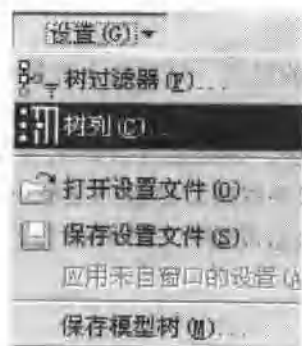
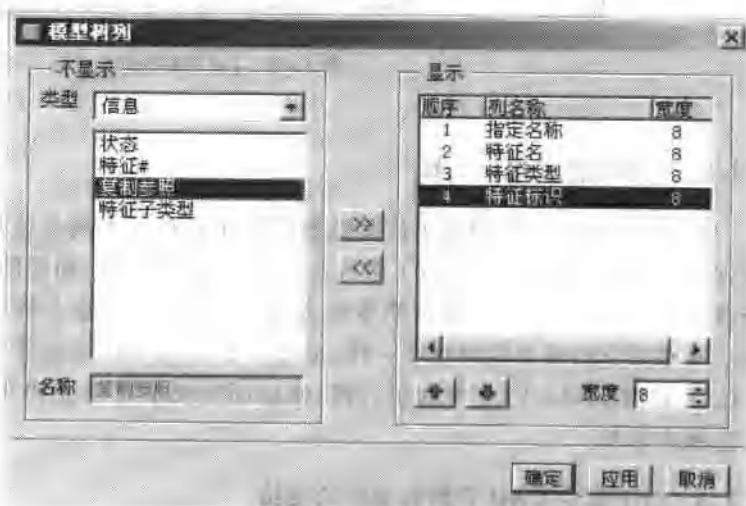

图 1-1 【设置/树列】菜单
图 1-2 “模型树列”对话框
1. 单击“模型树”中的【设置/树列】命令,如图 1-1 所示,系统弹出如图 1-2 所示【模型树列】对话框。
2. 在【模型树列】对话框的“不显示”栏中选择需要在“模型树”中显示的信息类型,单击 >> 按钮,可将其移入“显示”栏;当不需要显示某个信息时,可以在“显示”栏中选该信息,单击 << 按钮取消其显示,如图 1-2 所示。